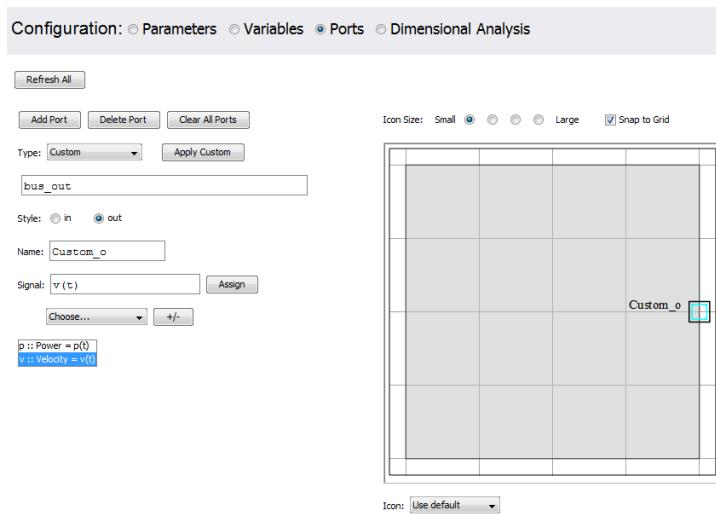

図6.10 カスタムポートの使用
14. このセクションの下部にあるドロップダウンメニューとリストボックスを使用して、Power 変数を $p(t)$ に、Velocity 変数を $v(t)$ に割り当てます。**図6.10 「カスタムポートの使用」** に、テンプレートの完成したポートセクションを示します。